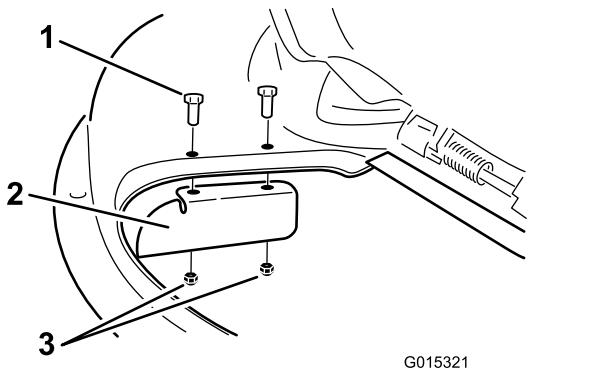

Figure 29
9. Montez le déflecteur d'ouverture sur le plateau de coupe (Figure 29).
3. Enlevez le déflecteur d'ouverture du plateau de coupe (Figure 29).